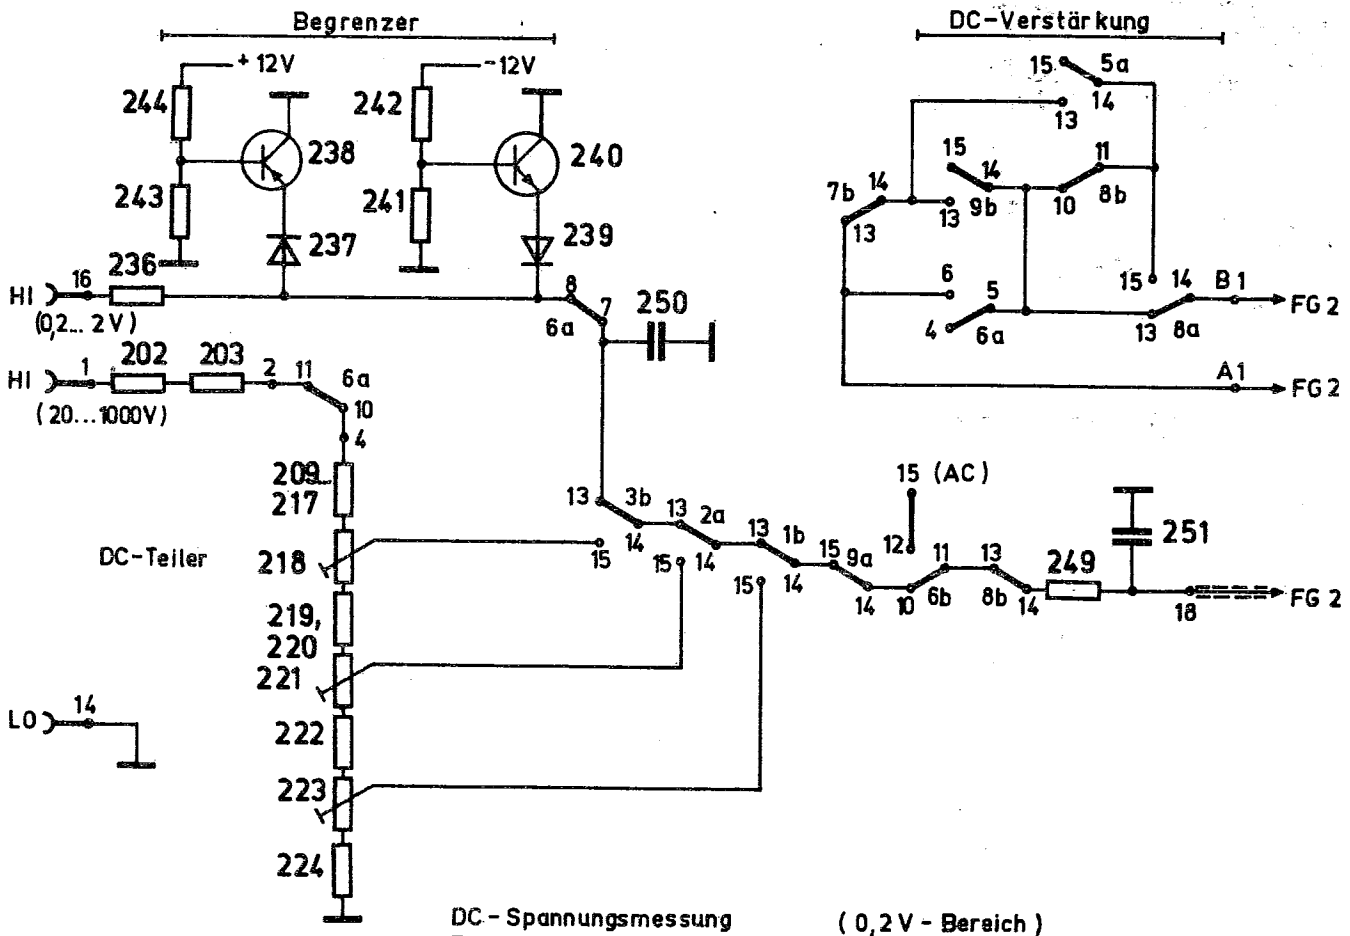

Bild 1
- DC-Spannungsmessung (Bild 1)